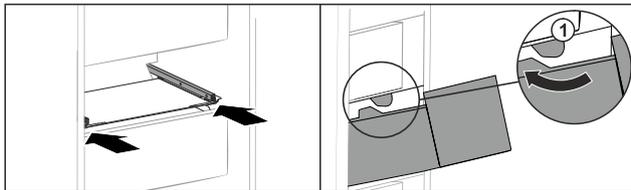

Fig. 156
- ▶ Far passare il cassetto intorno ai fermi Fig. 156 (1).